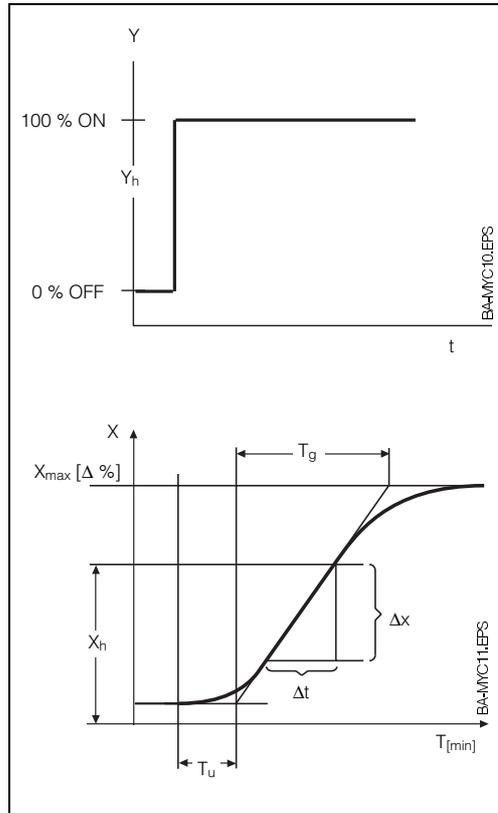

Fig. 9.8 : Réponse à un échelon du processus
- Réponse à un échelon du processus (voir fig. 9.8)